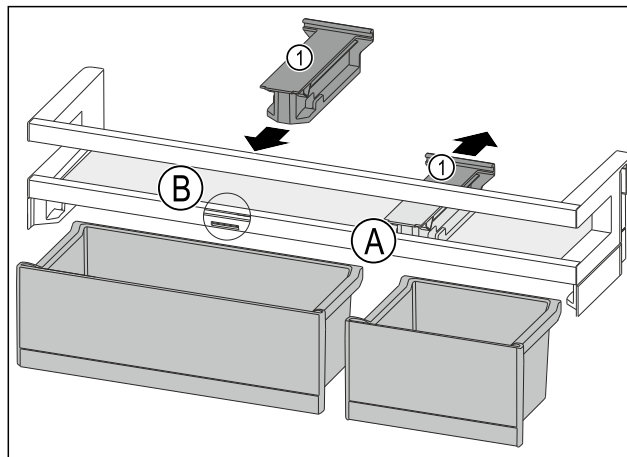

Fig. 94
- ▶ Držák Fig. 94 (1) v poloze Fig. 94 (A) stáhněte dozadu.
- ▶ Držák Fig. 94 (1) vložte v poloze Fig. 94 (B).